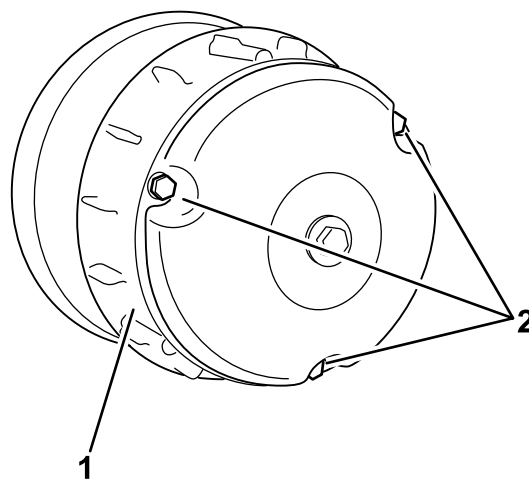

Figura 58
- Retire los 3 pernos que sujetan la cubierta al embrague, y retire la cubierta (Figura 58).
- Instale la tapa del embrague, fijándola con los 3 pernos (Figura 58) que retiró en 2.